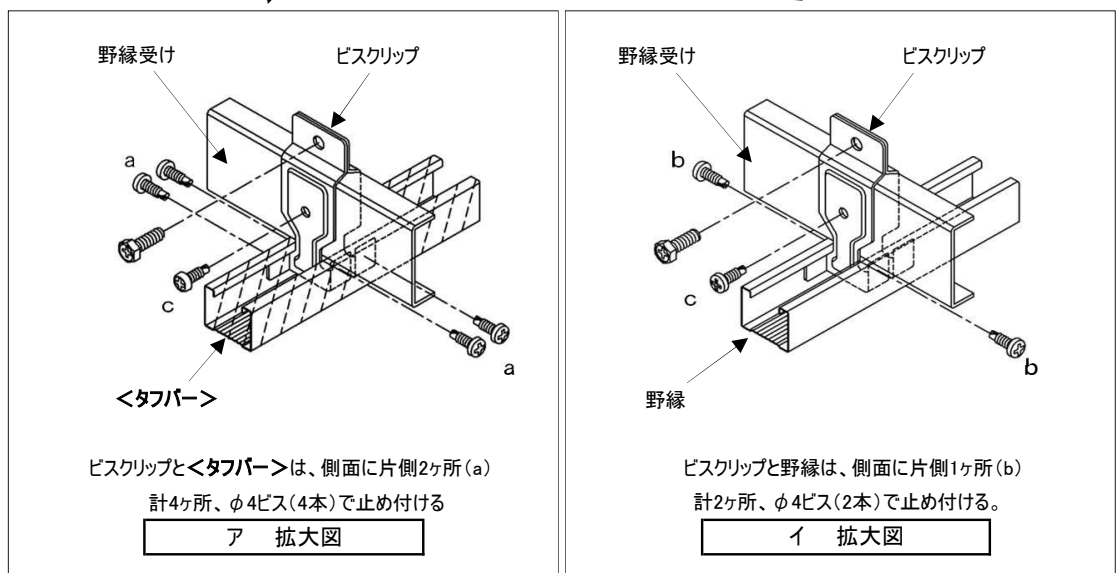

図 2-16 ブレース付近のビス止め補強方法(拡大図)
- ・ ビスクリップと<タフバー>は、側面に片側2ヶ所、計4ヶ所、φ4ビス(4本)で止め付ける。(図2-16 ア拡大図a 参照)
- ・ ブレース廻りのビスクリップ6ヶ所と野縁は、側面に片側1ヶ所、計2ヶ所、φ4ビス(2本)で止め付ける。(図2-16 イ拡大図b 参照)
- ・ ビスクリップと野縁受けはφ4ビス(1本)で止め付ける。(図2-16ア・イ拡大図c 参照)